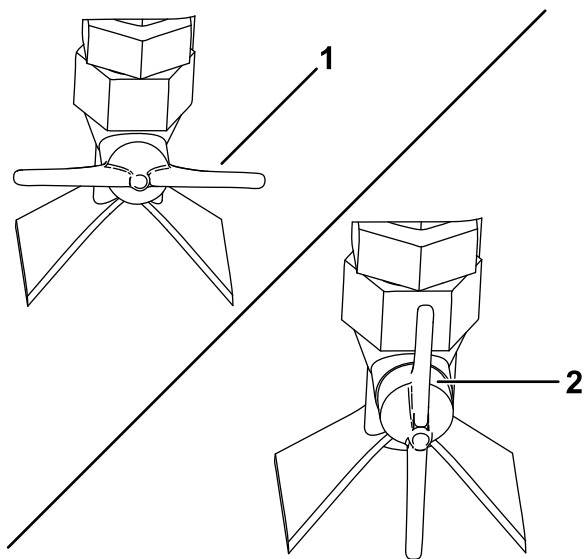

Рисунок 55
- Для получения струи в виде веера поверните клапан распылителя сбоку на сопле в горизонтальное положение (Рисунок 55).
- Для получения струи в виде потока поверните клапан распылителя сбоку на сопле в вертикальное положение (Рисунок 55).